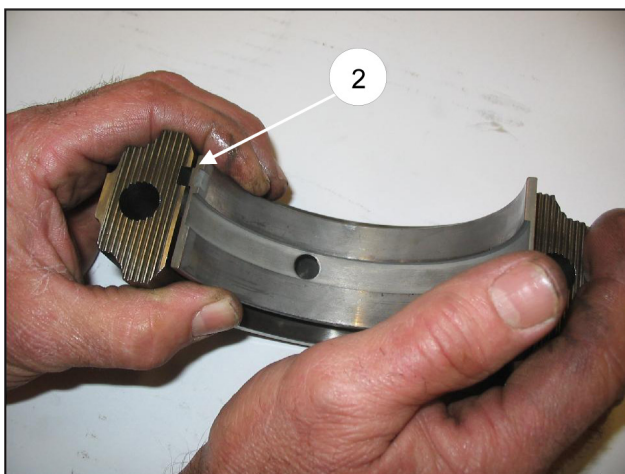

Abb. 6/a
Falls die Pleuelstangen ausgebaut wurden, vor deren Montage zunächst die richtige Position der O-Ringe überprüfen (Pos. ①, Abb. 6/b) und letztere bei Bedarf austauschen.